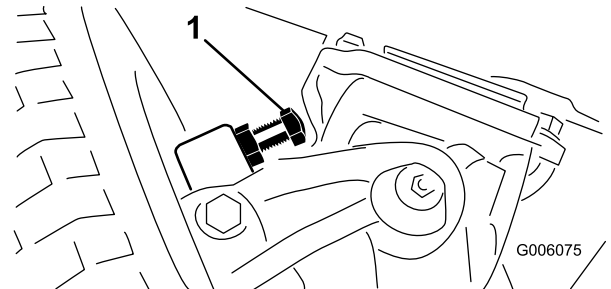

Figura 67
1. Aperte ou desaperte as cavilhas até alcançar uma folga de 2,3 mm; consulte Figura 67.